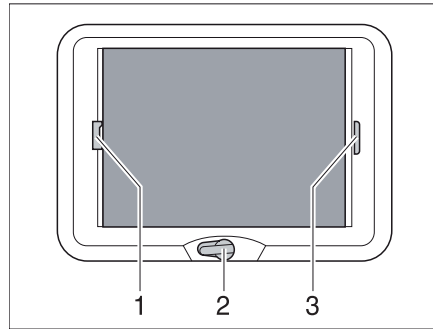

Fig. 54 Lanterneau à manivelle
- Tourner la manivelle (Fig. 54,2) jusqu'à ressentir une résistance (angle d'ouverture max. 70°).
- Tirer la poignée du dispositif occultant plissé (Fig. 54,3) et le relâcher lorsqu'il a atteint la position voulue. Le dispositif occultant plissé reste alors à cette position.
- Tirer sur la poignée (Fig. 54,1) de la moustiquaire jusqu'à toucher la poignée du dispositif occultant plissé (Fig. 54,3) située vis-à-vis et la faire s'enclencher.
- Appuyer sur la poignée de la moustiquaire (Fig. 54,1) vers l'arrière et le haut et décrocher la moustiquaire du dispositif occultant plissé (Fig. 54,3).